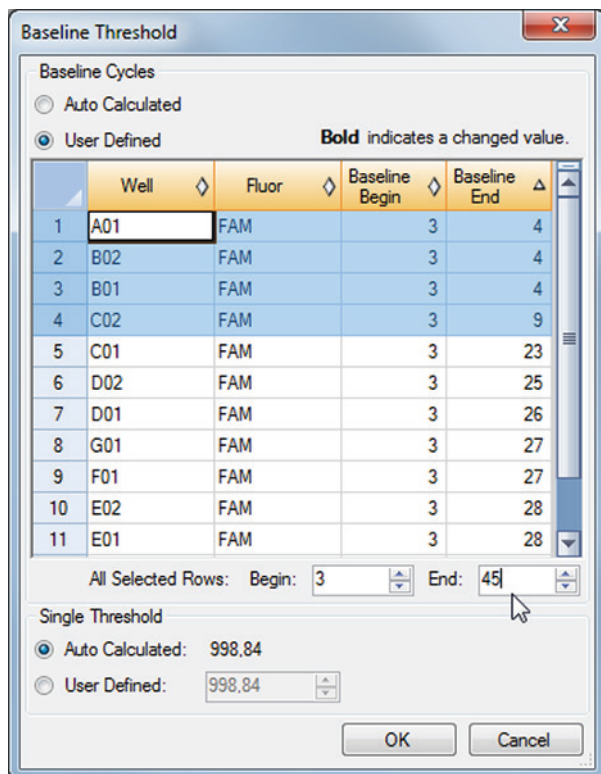

Figura 5: Caixa de diálogo Baseline Threshold (Limiar da Linha de Base)
3. Na barra de menus da janela Data Analysis (Análise de Dados), clique em **Settings** → **Baseline Threshold...** (Definições → Limiar da Linha de Base...) para abrir a caixa de diálogo Baseline Threshold (Limiar da Linha de Base) (consulte a figura 5).
5. Selecione todas as linhas que apresentam um valor **Baseline End** (Fim da Linha de Base) de 1–9 (consulte a figura 5).
6. Defina o valor no campo **End**: (Fim:) para 45 para as linhas selecionadas (consulte a figura 5).
9. Repita os passos 3–7 para o canal de detecção VIC™ (IC).